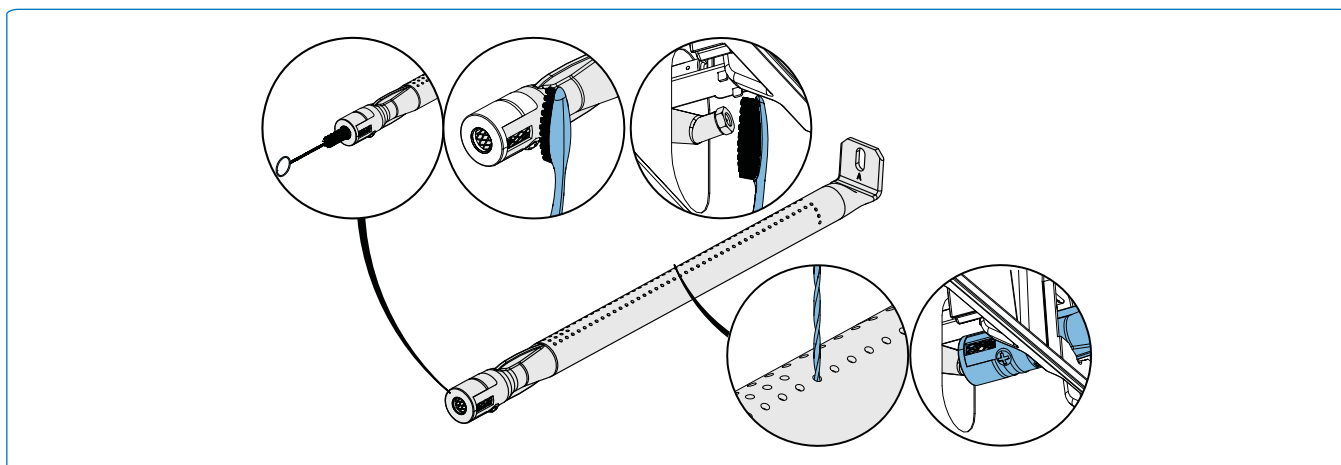

Fig. 16
1. Retire el/los tornillo(s) que sujetan el quemador a la pared trasera de la parrilla. Deslice el quemador hacia atrás y hacia arriba para retirarlo. **(Fig.16).**